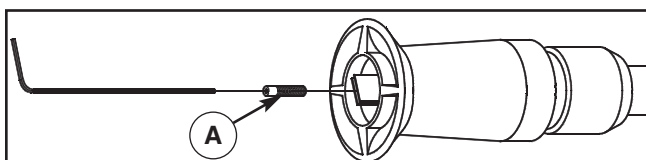

Figura 17 — Remover la boquilla
3. Remueva la boquilla del extremo de la extensión de la boquilla. Separe la extensión de la boquilla, de la pistola rociadora. Gire la boquilla en dirección de las agujas del reloj, a la posición "stream" (chorro). Usando un Allen de 2mm (5/64), remueva la boquilla (A) del extremo de la extensión de la boquilla (Figura 17).